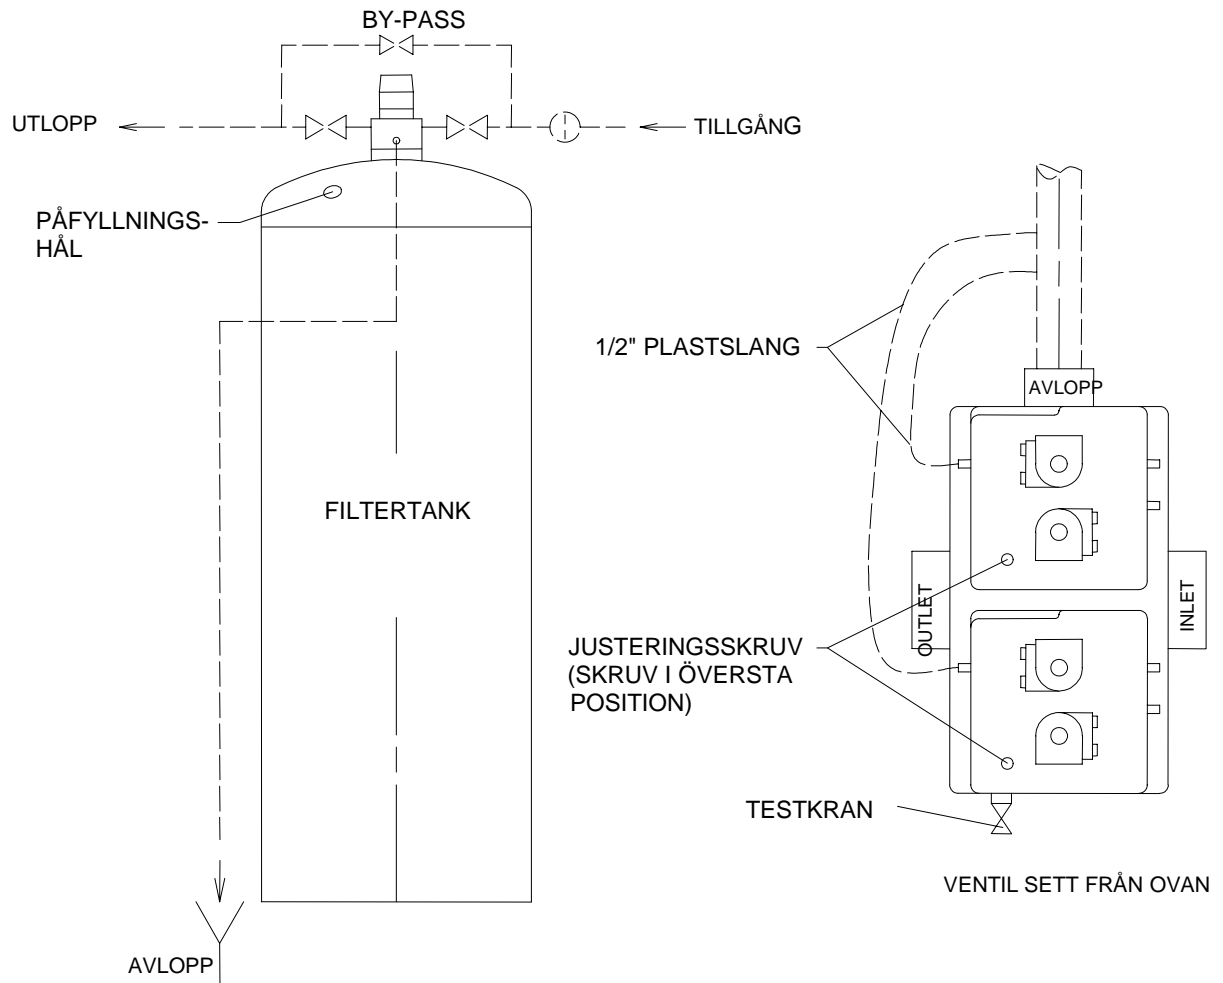

Fig. 4.
6. Installera en by-pass samt avstängningsventiler som visas på fig. 4. Om vattnet är mekaniskt förorenat (sand eller rost), bör ett smutsfilter monteras på tillgångsledningen.